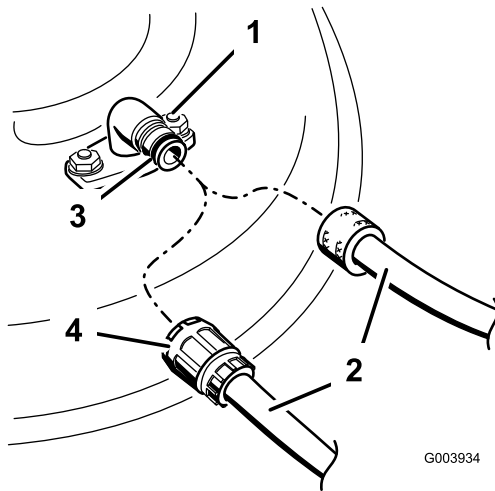

Figure 59
3. Branchez le raccord du tuyau au raccord de lavage du plateau de coupe et ouvrez l'eau en grand (Figure 59).